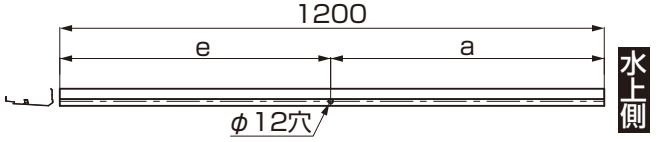
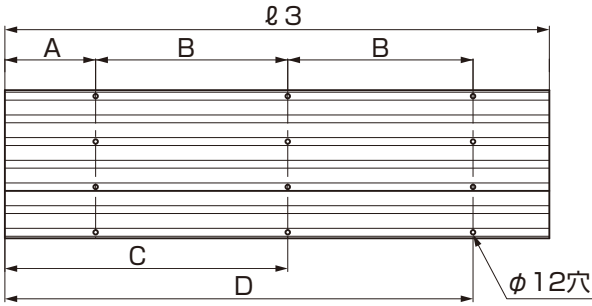

図3-14 側枠上(12延長) 加工位置図
図3-15 折板 加工位置図
①図3-13、図3-14、図3-15、表3-7、表3-8を参照して、側枠と折板を加工してください。